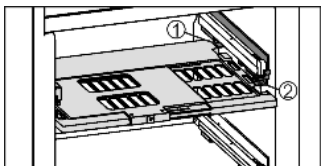

Fig. 7
- ▶ Установка пластины регулировки влажности: поперечные ребра крышки на пластине вставить через низ в задний держатель Fig. 7 (1) и защелкнуть спереди на держателе Fig. 7 (2).